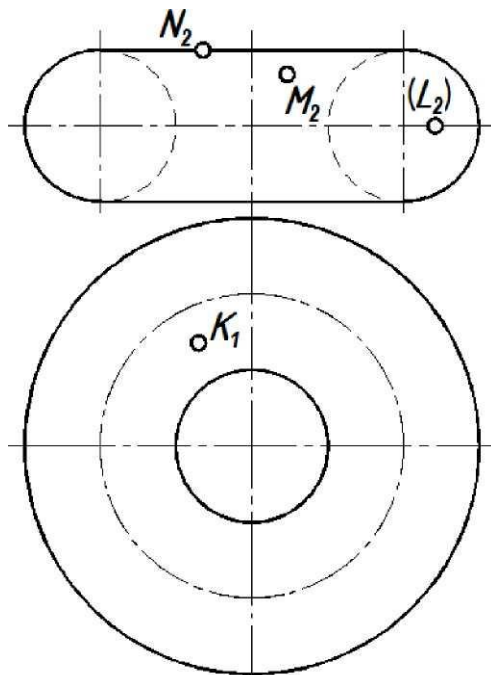

Рисунок 25 - Тор
**Задание 27. Построить недостающие проекции точек К, L, М, N на поверхности тора (рисунок 25).**